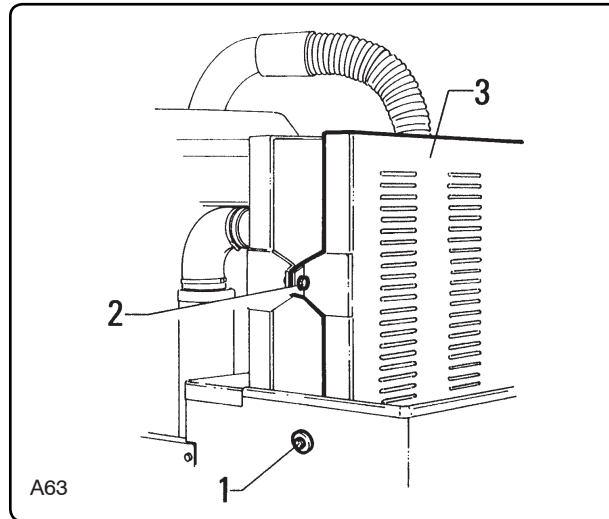

Fig. 8.5.3
- Inserire il filtro all'interno della camera filtrante "3" fig. 8.5.3, quindi montarvi il coperchio "1" e bloccarlo mediante i due ganci di chiusura "2".
- *Fit the filter into filtering chamber "3" fig. 8.5.3 then mount cover "1" and lock it in place with the two closing hooks "2".*
- Meter el filtro en el interior de la cámara filtrante "3" fig. 8.5.3 y volver a poner la tapa "1" y bloquearla con los dos ganchos de cierre "2".
8.5.2 - Sostituzione del filtro assoluto montato in soffiaggio fig. 8.5.3
8.5.2 - Replacing the absolute filter fig. 8.5.3
8.5.2 - Sustitución del filtro absoluto montado en la salida del aire fig. 8.5.3
8.5.2 - Vervangen van het absoluut filter fig. 8.5.3